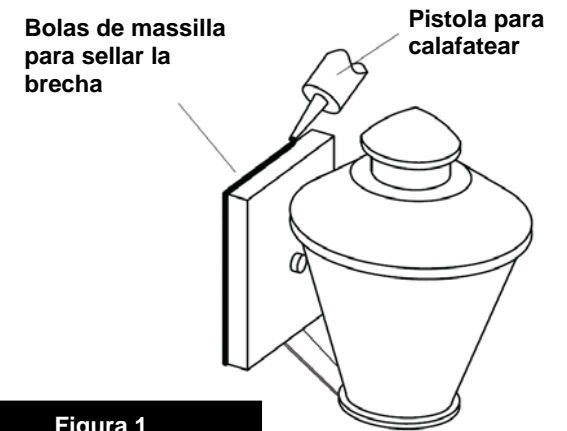

Figura 1
1. Conecte el cable de alimentación positiva (A) (normalmente negro o la cara lisa, sin marcas del cable de dos conductores) de plomo accesorio positivo (B) con un giro de tamaño adecuado en el conector – **Véase la Figura 1 y 2**.
2. Conecte el cable de alimentación negativa (C) (por lo general de color blanco o el lado marcado estriado del cable de dos conductores) de plomo accesorio negativo (D).
Para conectar a tierra en un sistema eléctrico de 3 hilos, fije el cable de tierra del artefacto (E) (generalmente de cobre o verde recubierto de plástico) a la brida de montaje accesorio (M) con el tornillo de tierra (S) – **Véase la Figura 1**.
Después de asegurar accesorio a la pared, se recomienda que la distancia entre la pared y la placa de fijación puede sellarse con cualquier buena masilla impermeable de calidad o sellador de silicona (No Incluido) - Véase La Figura 1.